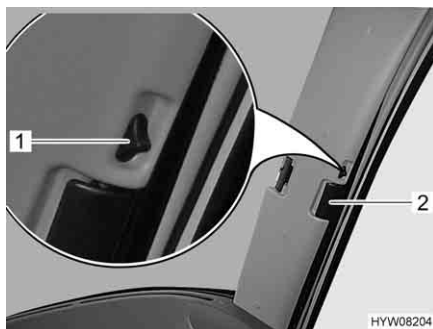

Fig. 22 Bloccaggio delle tendine oscuranti pieghevoli per il finestrino del conducente/passeggero
- Inserire la tendina oscurante pieghevole per la maniglia (Fig. 22,2) fino all'arresto.
- Spingere il bottone di bloccaggio (Fig. 22,1) in basso.